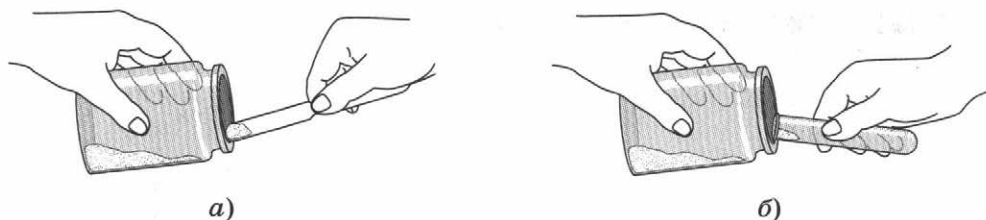

Рис. 3
10. Твердые вещества берите из склянок только сухим шпателем (рис. 3, а) или сухой пробиркой (рис. 3, б). Наливайте жидкость и насыпайте твердые вещества в пробирку осторожно. Предварительно проверьте, не разбито ли у пробирки дно и не имеет ли она трещин.